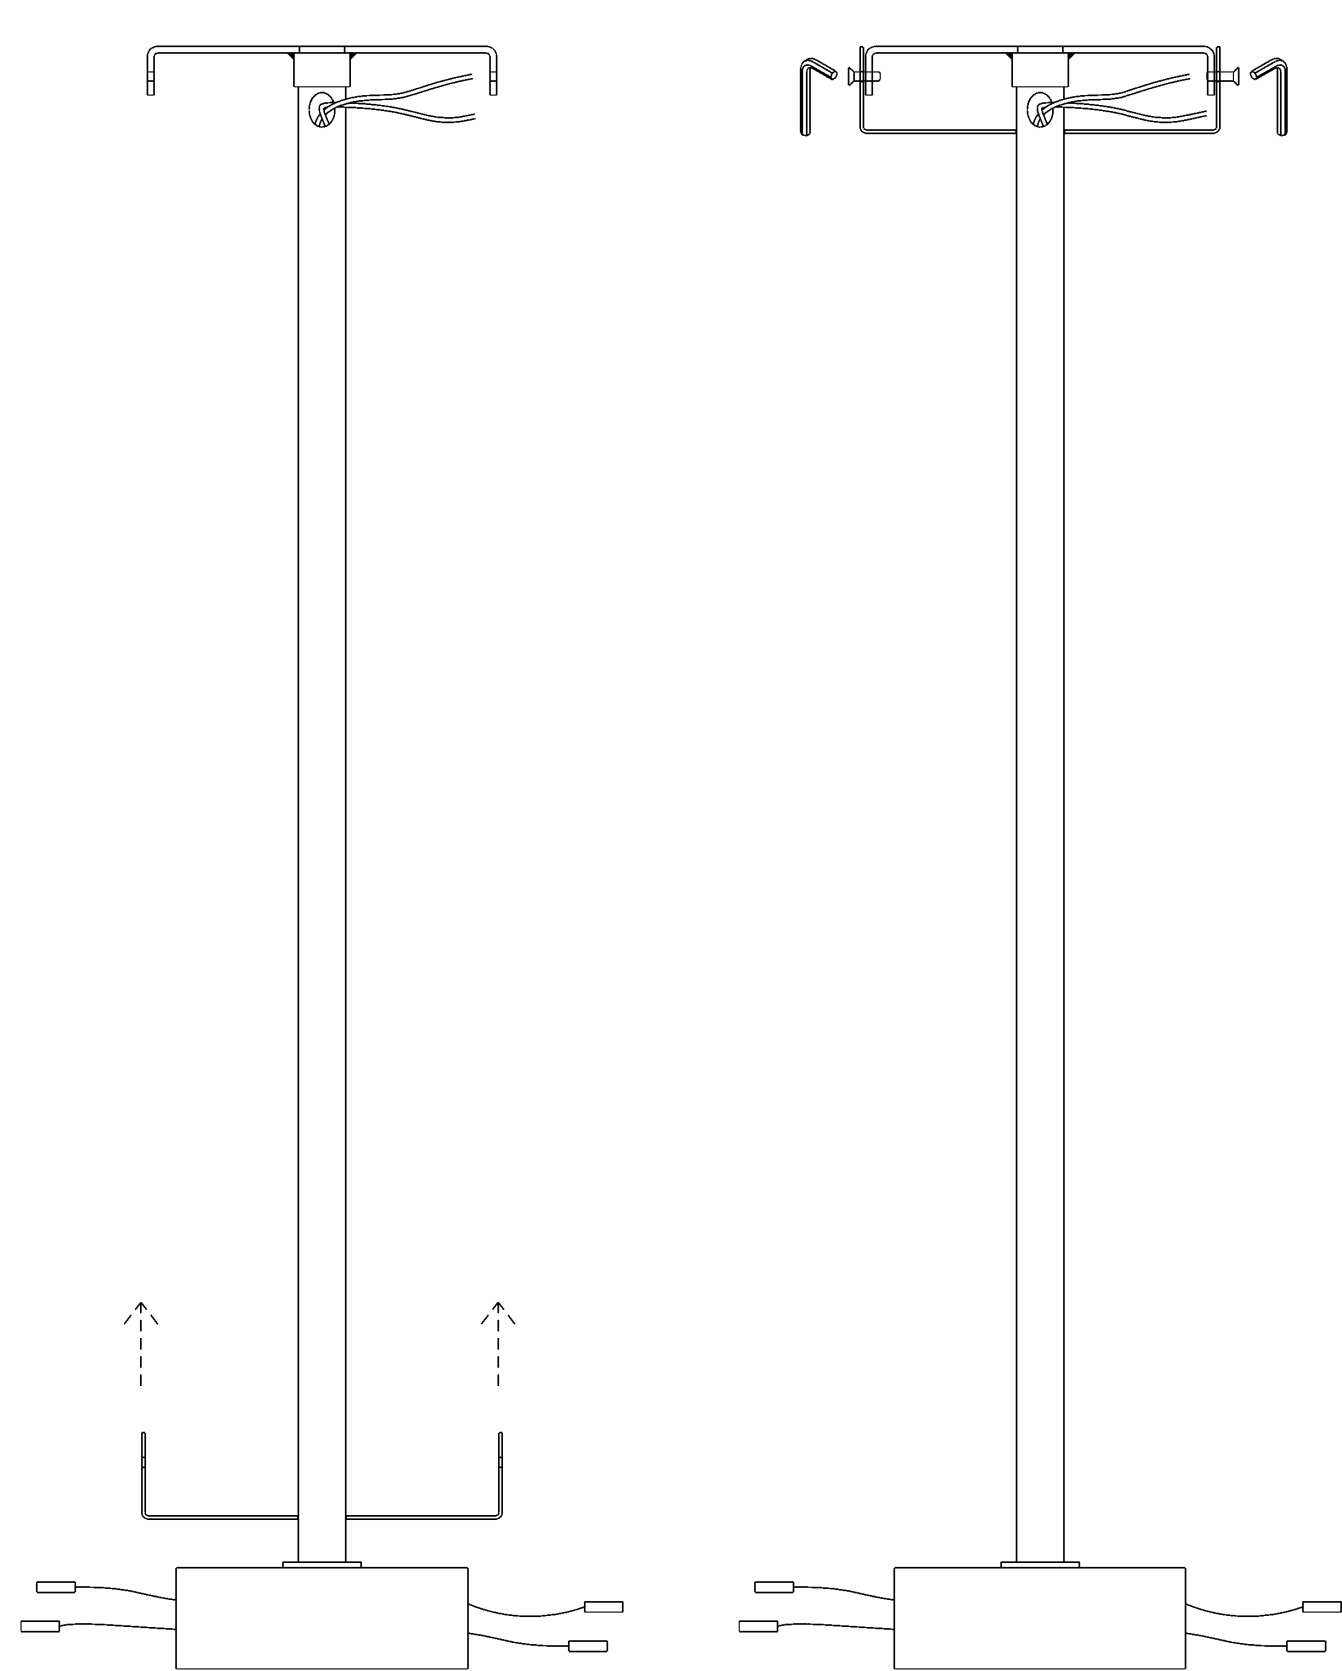

FIG 3
- 5 Inserire i bracci in vetro nelle apposite sedi dopo aver collegato i morsetti elettrici, fig 3.
- 6 Bloccare i bracci stringendo le viti poste sulla loro sede, fig 3.
- 5 *Make the electrical connections and put the glass arms in the seats, fig 3.*